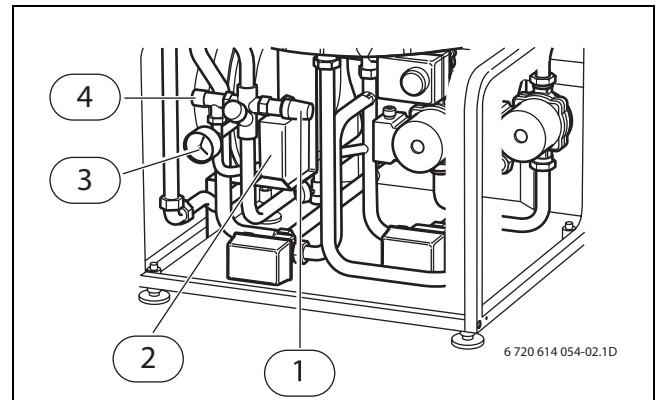

Fig. 2 Åbent rum til tilslutninger
- ▶ Hvis trykket ligger under 0,5 bar, skal der fyldes vand på indtil ca. 1,0 bar. Ventilen til efterfyldning af vand sidder i det åbne rum til tilslutninger (→ fig. 2).